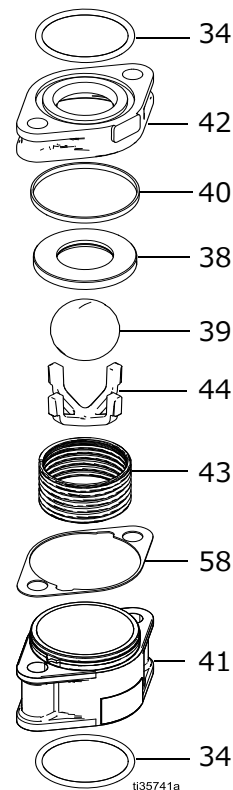

図 9. バルブチェックハウジングアセンブリ
1. 圧縮スプリング (43) をチェックバルブハウジング (41) に配置します。
2. ボールリテーナー (44) をスプリングに配置します (図 9 ページの 12 を参照してください)。ボール (39) をボールリテーナー (44) に挿入してください。
3. ボール (39) にバルブシート (38) を取り付け、チャンバーがボール (39) を見下ろすようになっていることを確認してください。
4. 潤滑剤をシートガスケット (40) に塗り、バルブシートハウジング (42) に取り付けてください。
5. バルブシートハウジング (42) をチェックバルブハウジング (41) の上部に配置します。その際、穴が約 90° 離れるように方向付けを行います。バルブシートハウジング (42) に軽い下向きの圧力をかけて、チェックバルブハウジング (41) の中にロックされるまで回転させます。穴はそろえる必要があります。
6. 両方の O リング (34) に潤滑剤を塗り、1 つをバルブシートハウジング (42) へ、もう 1 つをチェックバルブハウジング (41) に配置します。
1. 潤滑剤を O リング (34) に塗り、ベローズチャンバーのマニホールドセクションに配置します。
2. 取り外し可能 (青) ロックタイト® 243 を保持ネジ (45、46) のネジ山の全長に塗ります。ワッシャー (47) で 2 本の保持ネジ (45) をインレットマニホールドの下部のフランジホールに取り付け、アセンブリが行われたチェックハウジング (41) を通じて更に取り付けます。アセンブリが行われたチェックハウジングについては、図 9 を参照してください。